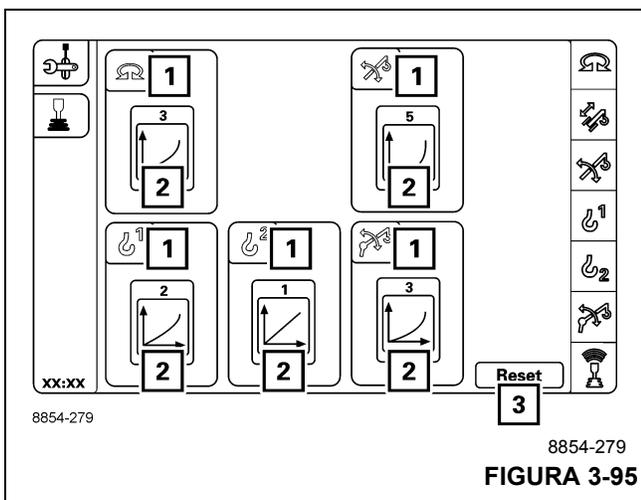

FIGURA 3-95
Los símbolos (2, Figura 3-95) muestran las curvas características establecidas para las funciones de grúa (1).